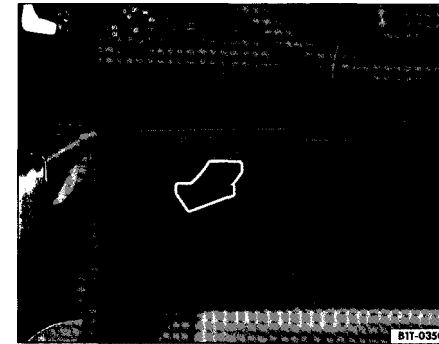

Fig. 77 Cate conducteur : rangement
- Pour ouvrir le rangement, tirez la poignée dans le sens de la fleche fig. 77.